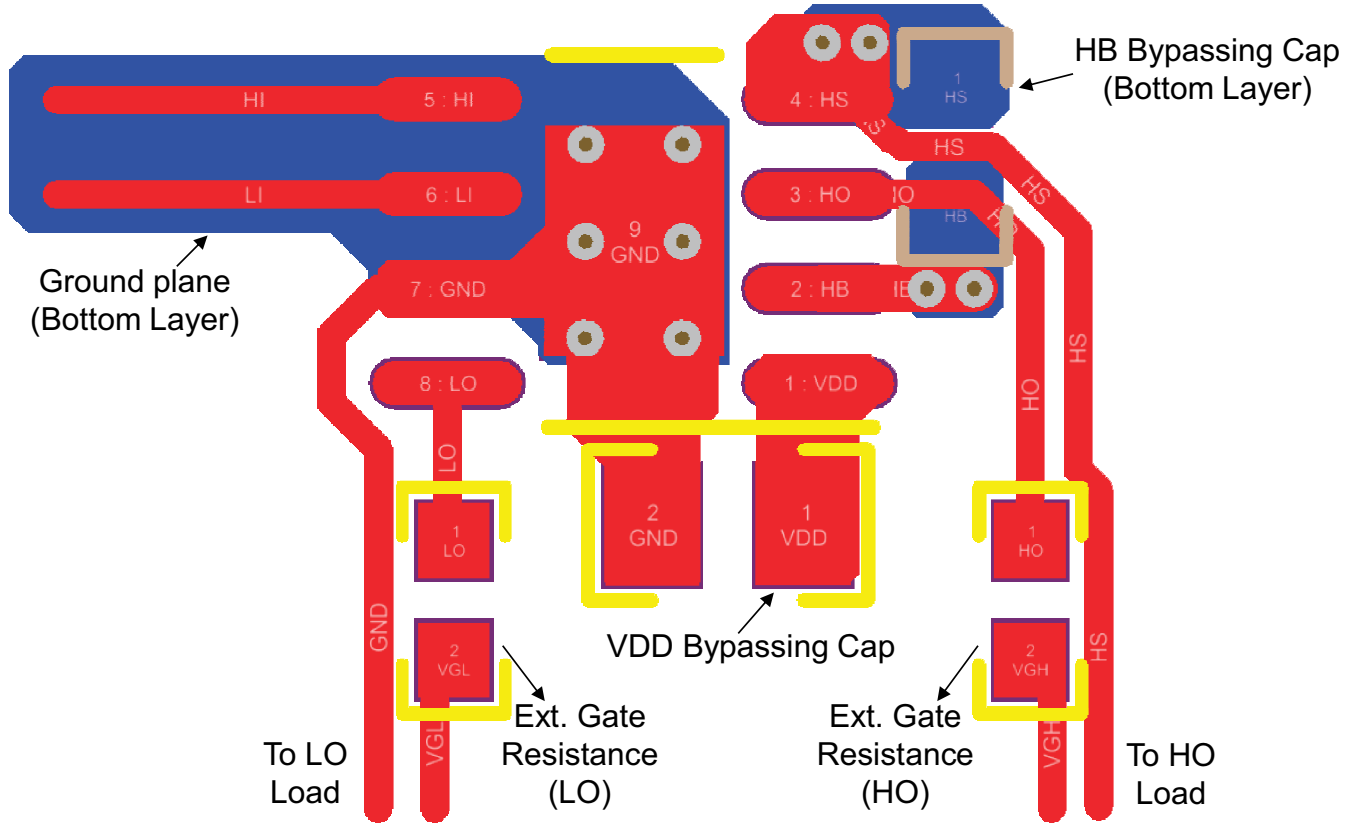

图 9-1. UCC27211A PCB 布局示例
- 将 $V_{DD} - V_{SS}$ 和 $V_{HB} - V_{HS}$ (自举) 电容器尽可能靠近器件放置 (请参阅图 9-1)。